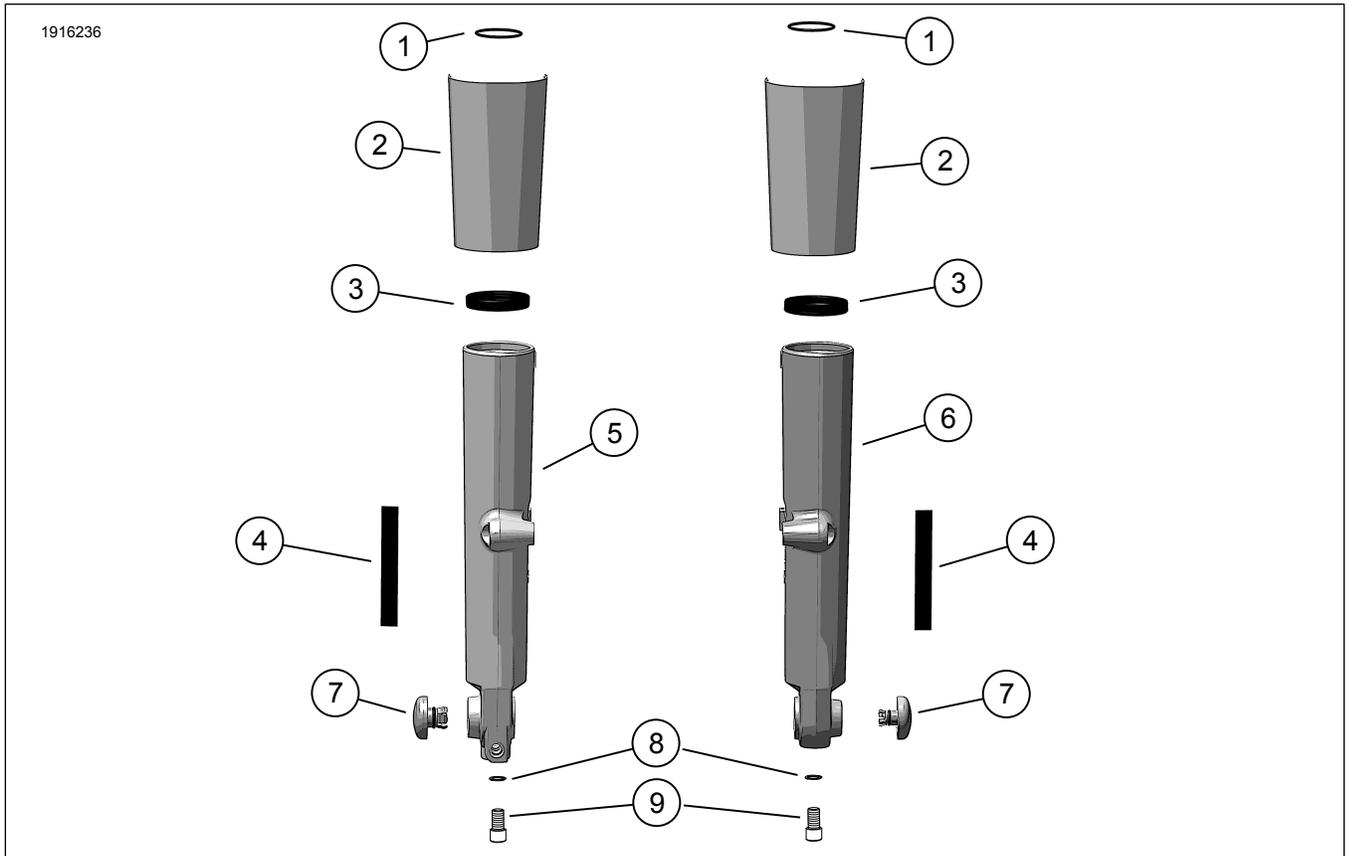
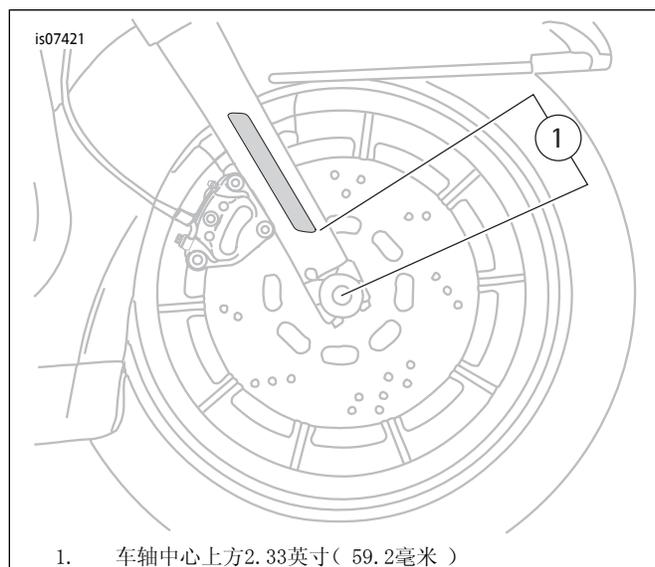

图1。套件内容：镀铬下部前叉滑块
图2。反光片位置
4. 参见图1和图2。从胶带(4)上撕下衬纸。将反光片安装在前叉上的正确位置，如图所示。用力将其按压到位。